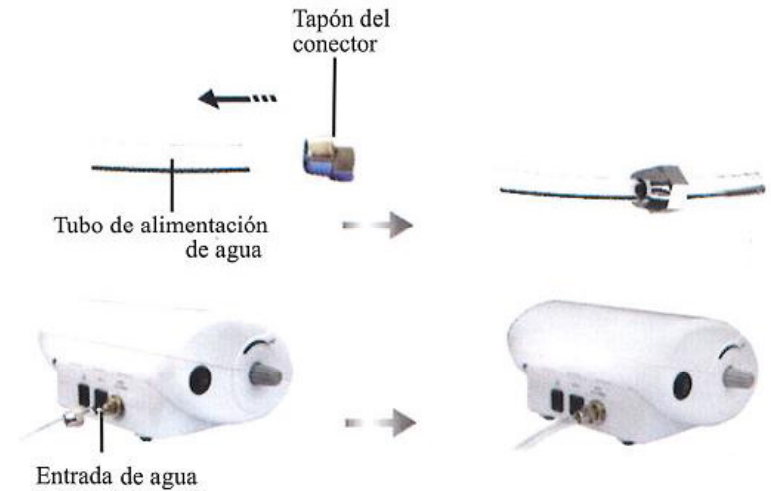

Figura 3
- Conectar un extremo del tubo de agua a la toma de agua de la unidad principal y el otro extremo a la fuente de agua (Véase figura 3).
- Para la función de eliminación de sarro (G) el indicador de eliminación de sarro y los cinco primeros indicadores de potencia se iluminarán.
- Para la función de parodontia (P) el indicador de eliminación de sarro y los tres primeros indicadores de potencia se iluminarán.